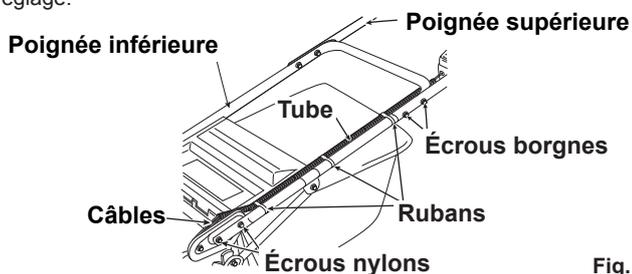

Fig. 1
1. Installez la poignée inférieure sur la machine (avec quatre écrous nylons). (Voir Figs. 1, 2 et 3)